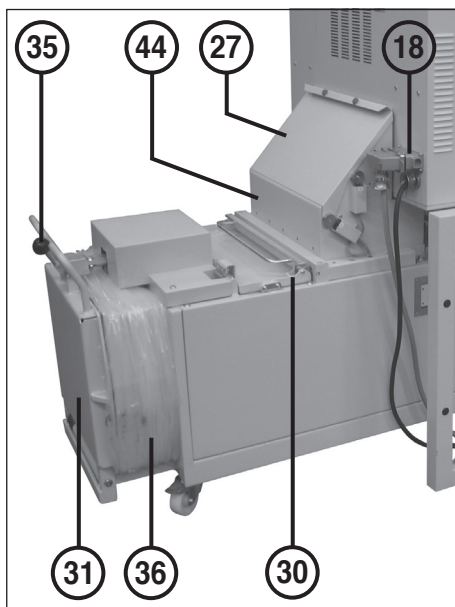

Fig. 2
Quando o espaço dentro da tremonha (44) (fig. 2) estiver totalmente cheio com material cortado, em função de um congestionamento na abertura de enchimento do compressor, a instalação é desligada por causa da tampa levantada (27) (fig. 2). O indicador de controlo (13) "Congestionamento saída" pisca.
- a) o interruptor principal (1) está ligado,
- b) o interruptor de bloqueio (2) está desbloqueado,
- c) a ripa de emergência-desligação (14) é puxada para fora, e
- d) a chave de accionamento do bloqueio do interruptor final (19) no interruptor final está metida no compressor (fig. 2).